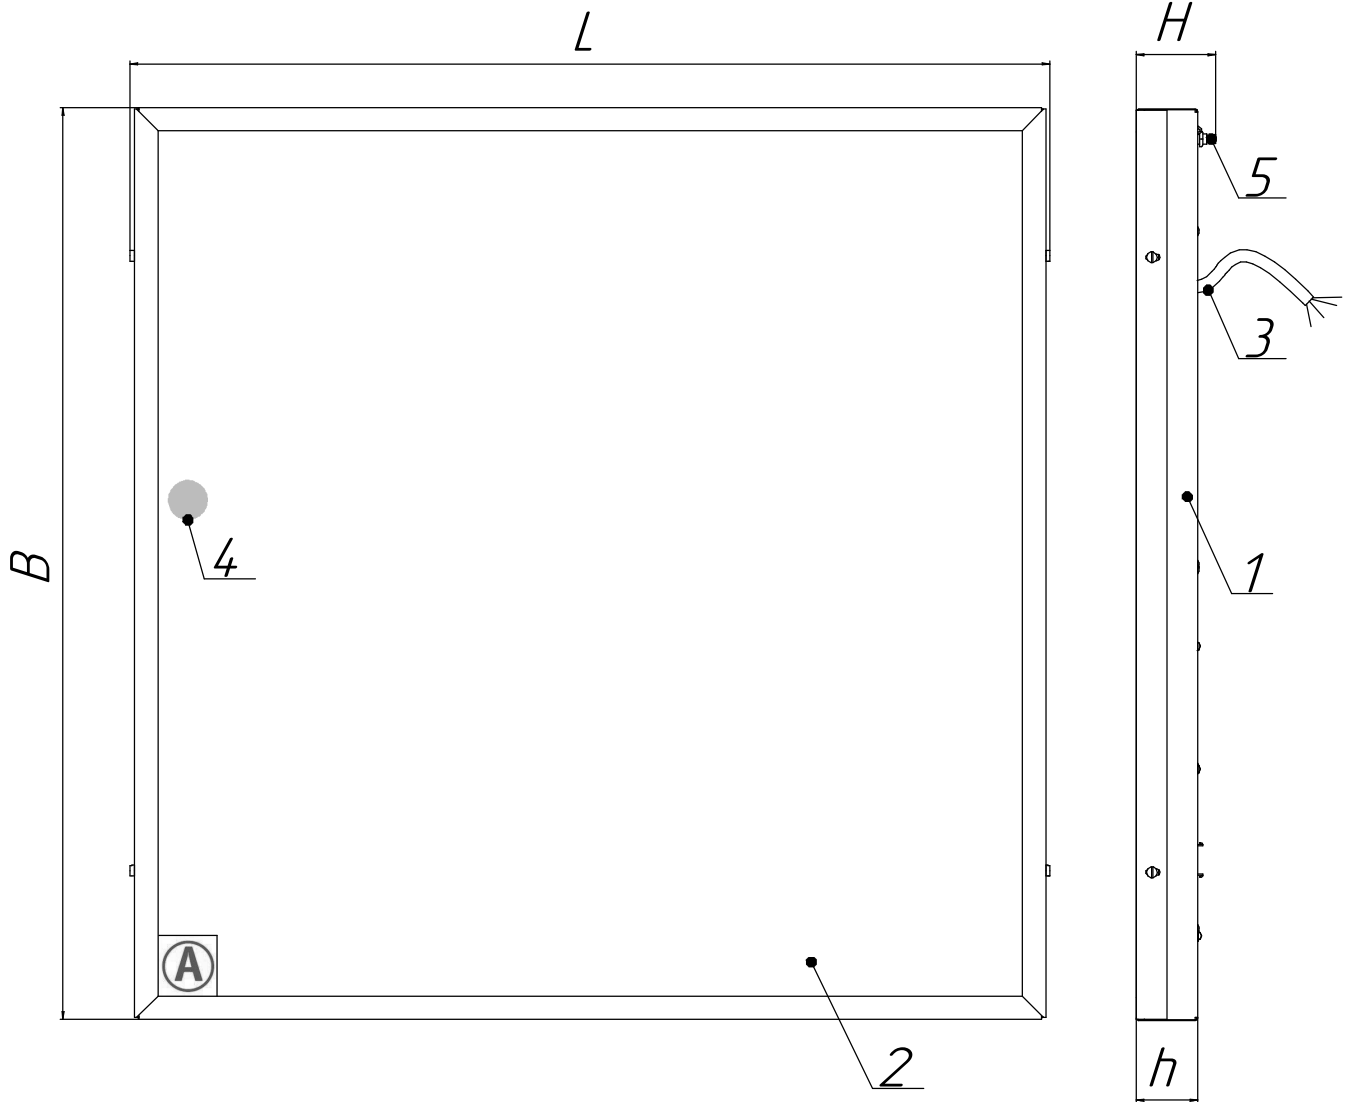

Рисунок 1 - Общий вид светильника серии ДВО12 ЕМ
5.7 Подайте напряжение питания по некоммутированной сети освещения. Индикатор заряда (см. рисунок 1) должен засветиться. Если индикатор заряда не засветился, то необходимо проверить правильность подключения светильника. Затем подайте напряжение питания по коммутированной сети освещения. Если светильник не светит, то проверьте правильность его подключения.